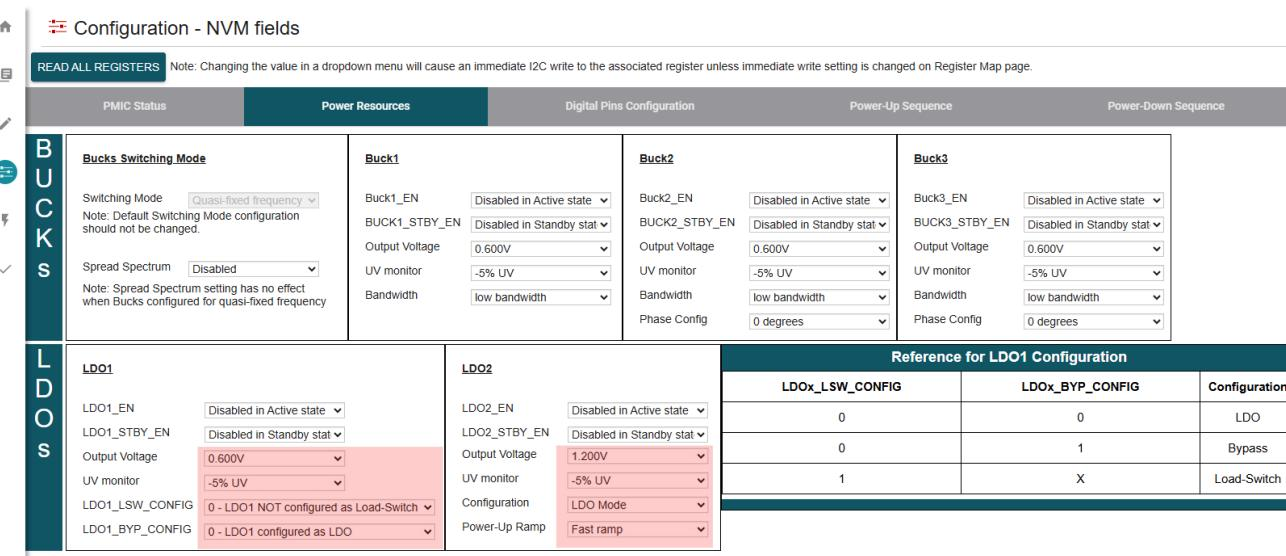

图 5-4. 使用 TPS65215-GUI 的 LDO 设置
- 图 5-4 显示了使用 TPS65215-GUI 时需要更改的设置。